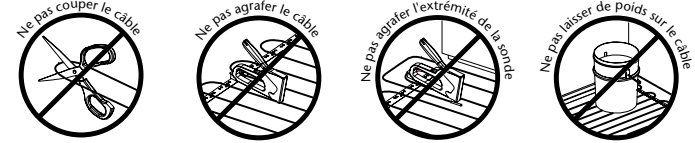

Figure 1.3
- Diminuer la longueur du câble chauffant noir ni altérer le câble **Momento Câble** sur quelque partie que ce soit de sa surface (figure 1.3);
- Agrafer le câble chauffant ou l'extrémité de la sonde de température au sous-plancher (figure 1.3);